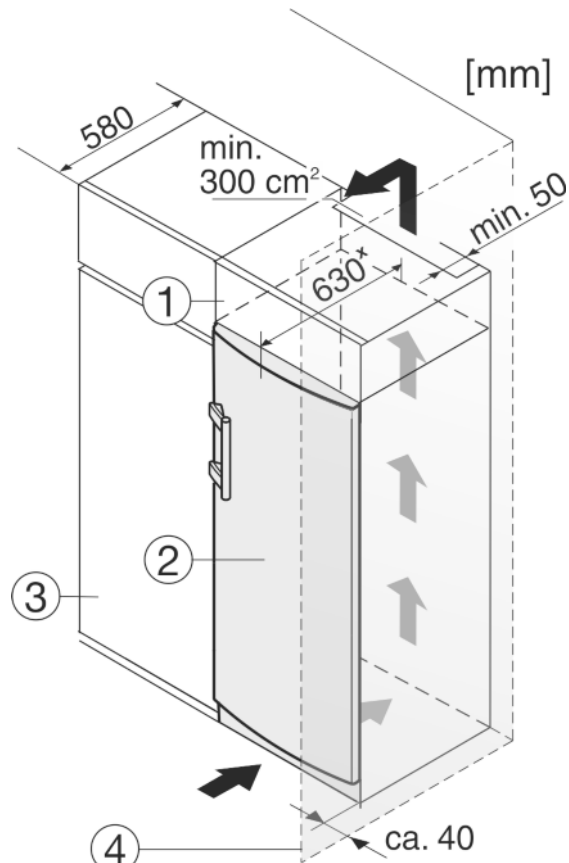

Fig. 12
- (1) Opbouwkast
- (2) Apparaat
- (3) Keukenkast
- (4) Wand
Het apparaat kan in keukenkasten worden ingebouwd. Om het apparaat *Fig. 12 (2)* aan de hoogte van het keukenblok aan te passen, kan boven het apparaat een opzetkast *Fig. 12 (1)* worden aangebracht.
Bij een ombouw met keukenkasten (diepte max. 580 mm) kan het apparaat direct naast de keukenkast *Fig. 12 (3)* worden geplaatst. Het apparaat steekt aan de zijkant 34 mm * en in het midden 50 mm * uit ten opzichte van het keukenkastfront.
Plaats u het apparaat met de scharnierkant naast een muur *Fig. 12 (4)*, dan moet de afstand tussen apparaat en muur minstens 40 mm bedragen. Dit in verband met het uitsteken van de deurgreep bij een geopende deur.